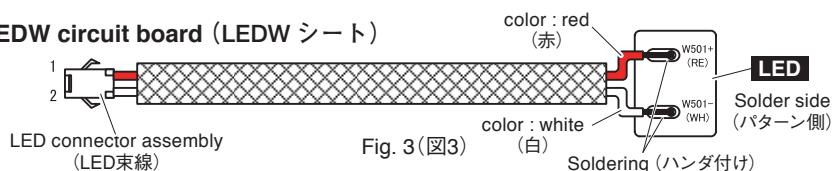

Fig. 3(図3)
3-4 Remove the ten (10) screws marked [100]. The AMP assembly can then be removed. (Fig. 3)
\* **When installing the AMP assembly, first tighten the two (2) priority screws in order as shown in Fig. 3.**
The LED circuit board and LED connector assembly can then be separated. (Fig. 3)
3-4 [100] のネジ 10 本を外し、アンプ Ass'y を外します。(図 3)
※ アンプ Ass'y を取り付けるときには、優先ネジ 2 本を図に示す順で先に締めてください。(図 3)
4-5 LED (LEDW) シートのリードのハンダ付け部からハンダを取り除き、LED シートと LED 束線を別けます。(図 3)